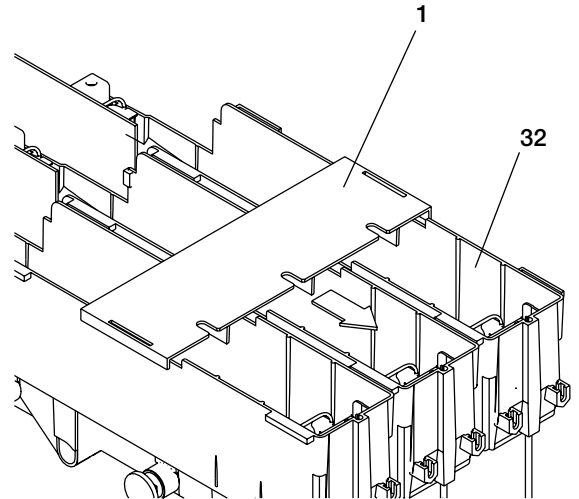

Fig. 5b
b) Montaggio del diaframma isolante (fig. 5b)
- Asportare il diaframma isolante secondo le istruzioni riportate al punto b) e fig. 5b (solo per contattore passo 108).
- Inserirli a fondo sino a battuta contro il portafusibile (32) con l'adattatore ed il percussore, (indicato dalla freccia posta sul fusibile) rivolto verso il fronte del contattore e fissarli mediante le viti (56) le rosette elastiche (57)
- Remove the insulating partition according to the instructions given in point b) and fig. 5b (only for contactor with 108 pitch)
- Fully insert them until they touch the fuse-holder (32) with the adapter and the striker (indicated by the arrow on the fuse) turned towards the front of the contactor and fix them with the screws (56) and the spring washers (57).